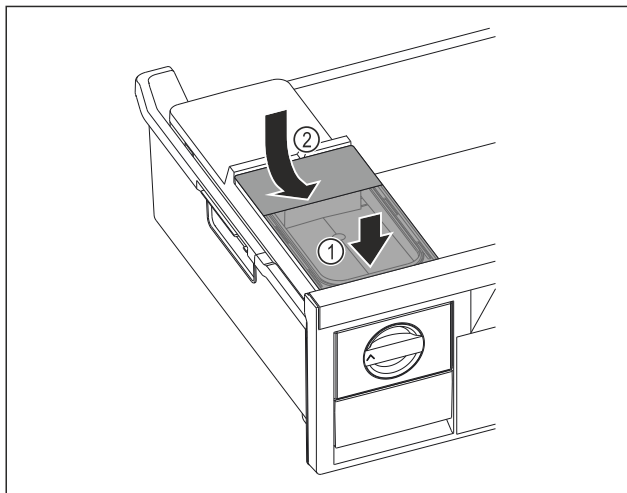

Fig. 181
- Collegare il serbatoio dell'acqua alla parte anteriore. Fig. 181 (1)
- Abbassare il serbatoio dell'acqua posteriore. Fig. 181 (2)